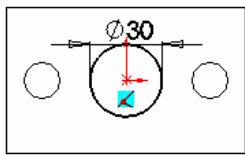

图 5-46 轴孔草图
⑪ 绘制圆。选择上面完成的底板下表面,单击草图绘制按钮,新建一张草图。点击工具按钮,使绘图平面转为正视方向。单击工具栏中的圆按钮,以系统坐标原点为圆心绘制一个直径为 30mm 的圆,如图 5-46 所示。